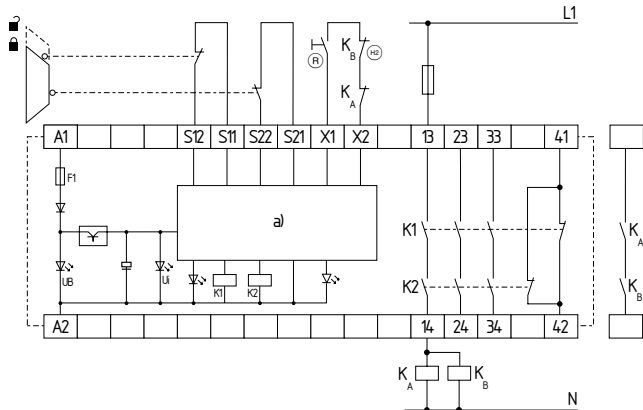

Fig. 2
L'exemple illustre un câblage à deux canaux d'une surveillance de protecteur avec deux interrupteurs de position, dont un à contact à manoeuvre positive d'ouverture; avec interrupteur de réarmement externe (R) (voir Fig. 2)
- (HC) = Boucle de retour